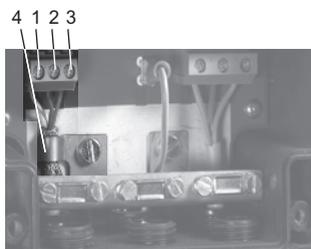

Рис. 5 Подключение GENiBus
Для обеспечения стабильной и надёжной связи экран кабеля шины GENiBus должен быть всегда заземлён через специальный зажим. См. рис. 5, поз. 4.
3. Ослабить зажим заземления (рис. 5, поз. 4).
4. Подсоединить провода к клеммам А, Y и В (рис. 5, поз. 1, 2 и 3).
5. Подсоединить экран кабеля под зажимом заземления и затянуть зажим (рис. 5, поз. 4).